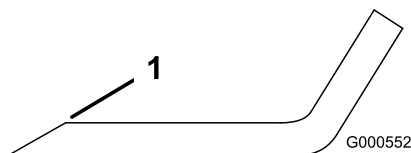

Figure 48
1. Au moyen d'une lime, affûtez les tranchants aux deux extrémités de la lame (Figure 48).
Remarque: Si la lame est déséquilibrée, limez un peu l'extrémité de la partie relevée seulement (Figure 48).